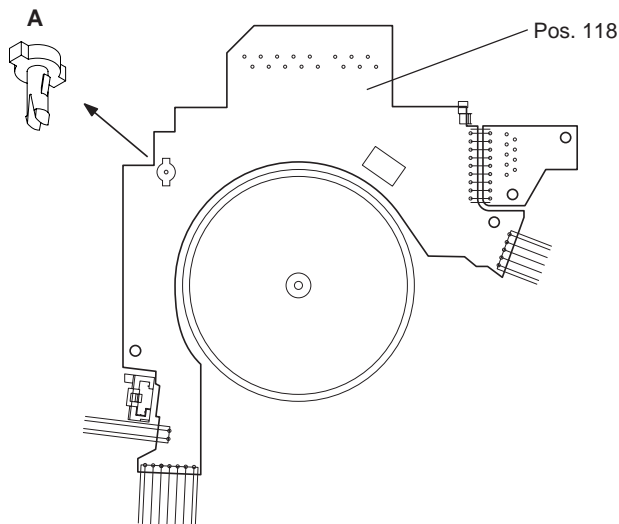

Fig. 20
- Laufwerkplatte–Sensoreinheit mit Spreizanker A (Fig. 20) heraushebeln und Platinen herausnehmen.
- Lift off the tape deck sensor panel with the expanding arbor A (Fig. 20) and take out the circuit boards.